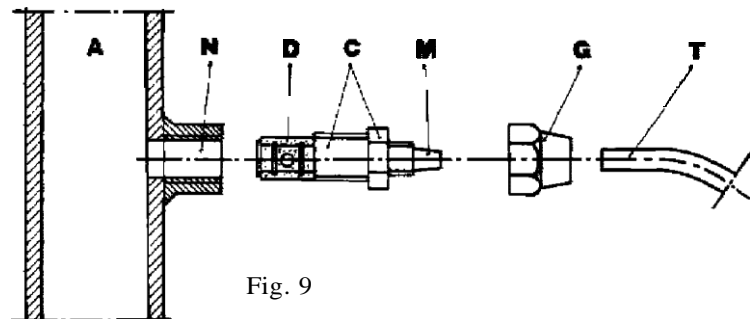

Fig. 9
g. - Choisir le point d'injection le plus approprié sur la conduite de l'installation à traiter, et fixer un raccord 3/8" Gaz femelle. Ce raccord n'est pas compris dans la fourniture. Visser la canne d'injection dans le raccord en utilisant une garniture en PTFE (fig. 9). Raccorder le tube à l'embout conique de la canne d'injection et la bloquer avec l'écrou G. prévu. La canne d'injection est aussi un clapet anti-retour.
3.1 - SCHEMA DE MONTAGE DE L'INJECTION (FIG. 9)